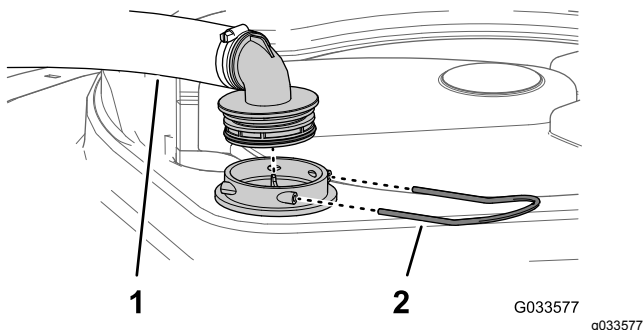

Figura 95
2. En la parte superior del depósito de fumigación, retire la horquilla de retención que sujeta el acoplamiento que está conectado a la manguera grande y al alojamiento del filtro (**Figura 95**).
3. Retire la manguera y el acoplamiento del alojamiento del filtro (**Figura 95**).